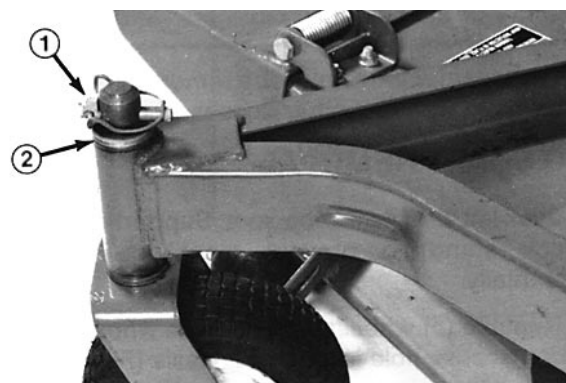

Fig. 9
2. Ta motvekten av trekkenheten, ta låsestiftene av brakettene, ta strammefjærene av brakettene og legg dem på padden. Fest låsestiftene løst til brakettene for å hindre at du mister dem (fig. 9).
4. Stikk en stiftutslager inn øverst eller nederst på festerøret og driv foringen ut av røret (fig. 9). Driv også den andre foringen ut av røret. Rengjør røret innvendig.